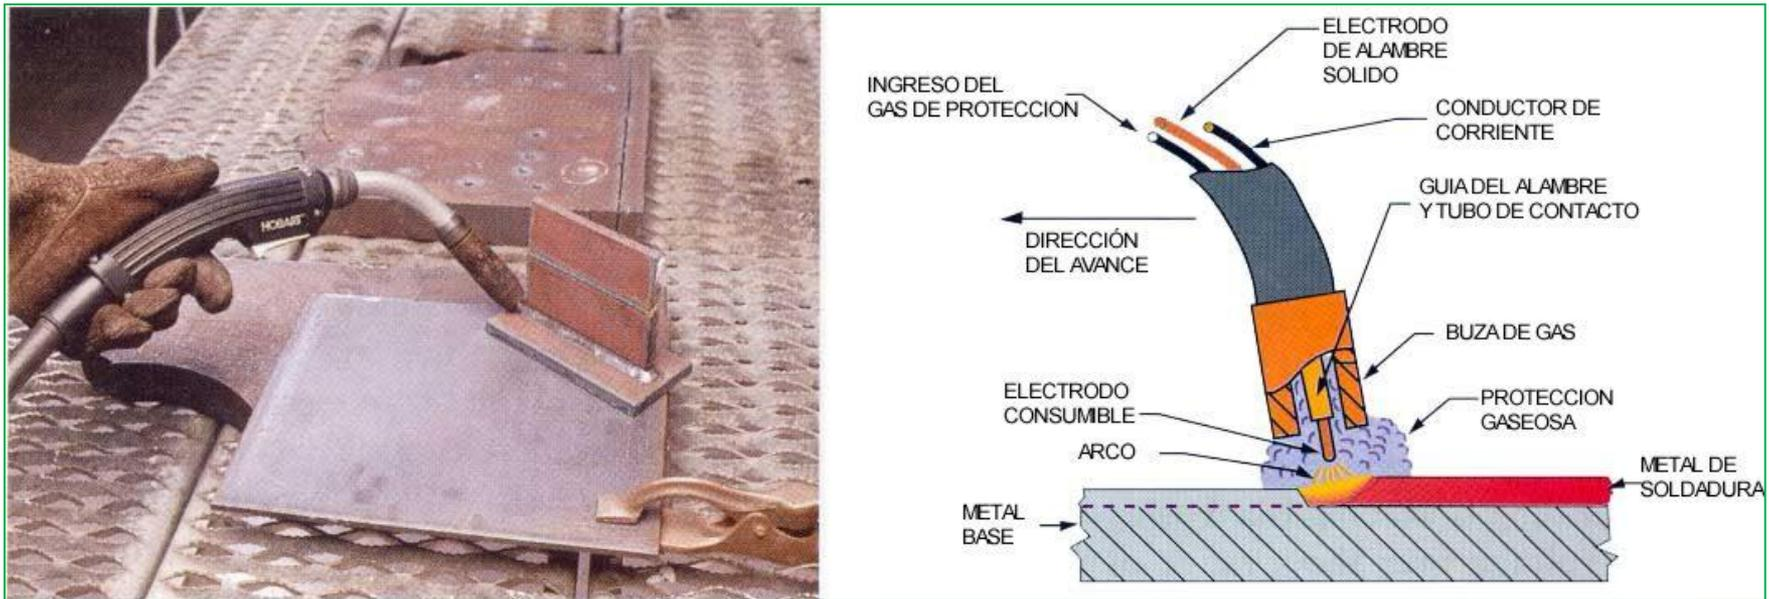

Figura 2.- Soldadura por arco con alambre y protección gaseosa
- ▶ **La Figura 2)** ilustra los elementos esenciales del proceso.